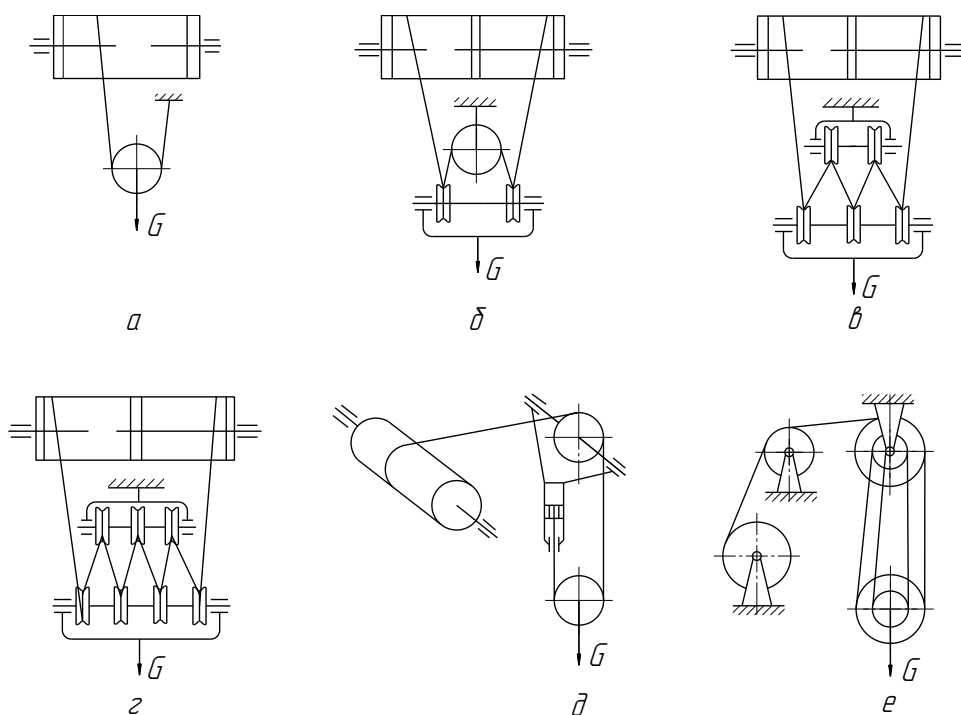

Рисунок 2.4.1 – Схемы полиспастов
2.4.1 Укажите тип полиспаста (рисунок 2.4.1, в):
2.4.2 Укажите кратность полиспаста (рисунок 2.4.1, в):
2.4.3 Укажите количество подвижных блоков (рисунок 2.4.1, в):
2.4.4 Укажите количество неподвижных блоков (рисунок 2.4.1, в):
2.4.5 Укажите количество уравнительных блоков (рисунок 2.4.1, в):
2.4.6 Укажите количество отклоняющих блоков (рисунок 2.4.1, в):
2.4.9 Укажите назначение полиспаста (рисунок 2.4.1, б):